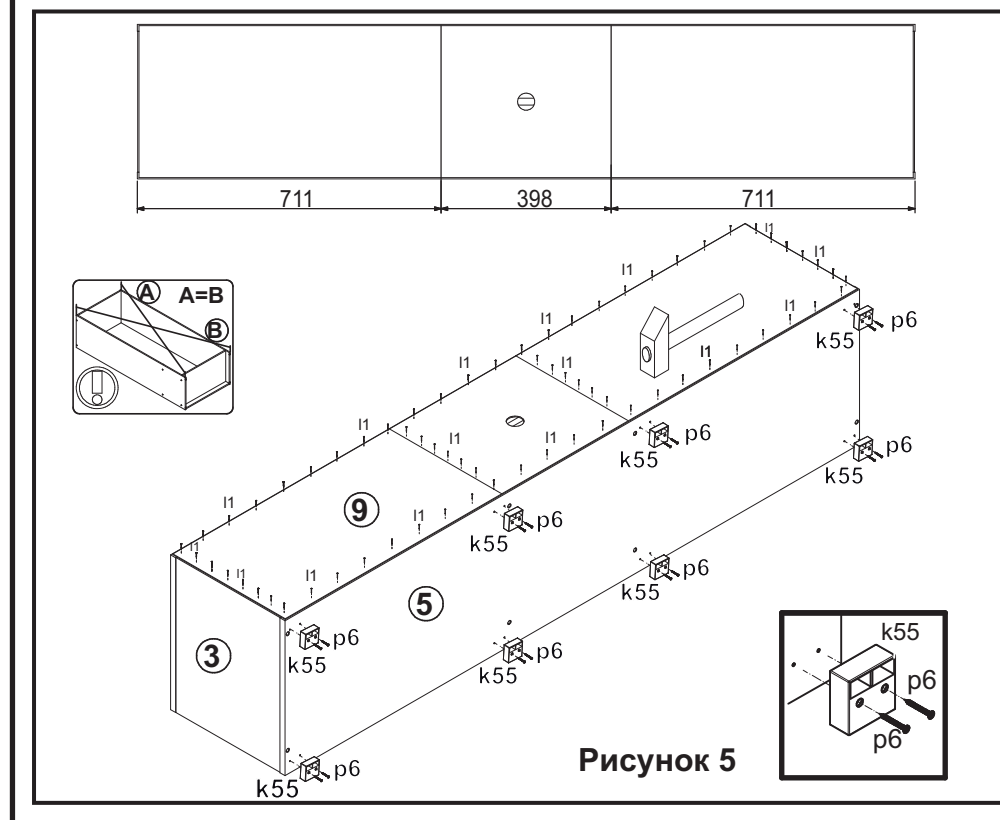

Рисунок 5
- На нижней поверхности щита нижнего **5** установить опоры полимерные **k55** при помощи шурупов **p9**, (см. рис. 5).